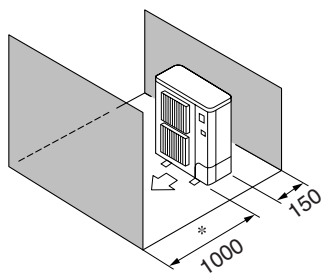

Fig. 2-6
- ⑤ Hindernisse nur auf der Vorder- und Rückseite (Fig. 2-6)